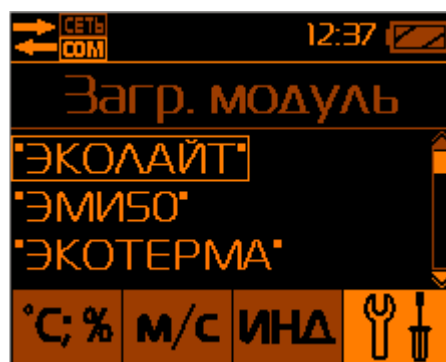

Рис.27 – Выбор программного модуля БОИ-01 вручную
2.7.4. Пункт системного меню «Загрузочный модуль» позволяет пользователю вручную осуществить переключение встроенного программного обеспечения БОИ-01 на работу с другими типами измерительных головок, например, с фотоголовкой ФГ-01 и т.д., если БОИ-01 поддерживает работу с этими типами измерительных головок (Рис.27).